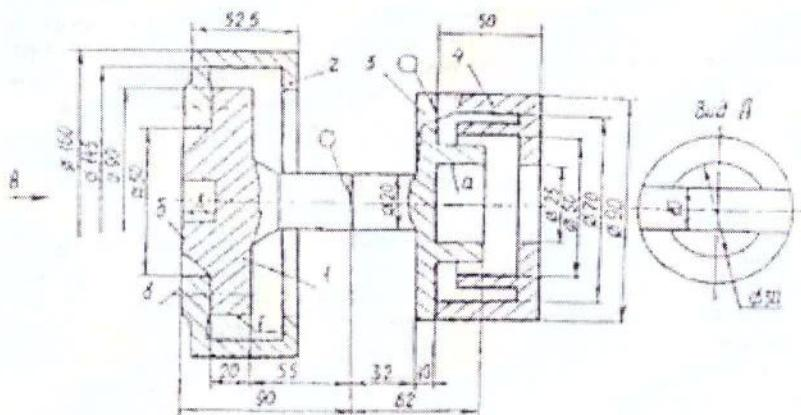

Рис. 7. Учебный узел 7
5. Сварить деталь 1 с деталью 3 (материал - сталь 45, производство – массовое), рис. 7.
5. Сварить детали 3 и 4 (материал - сталь 45, производство – единичное), рис. 7.